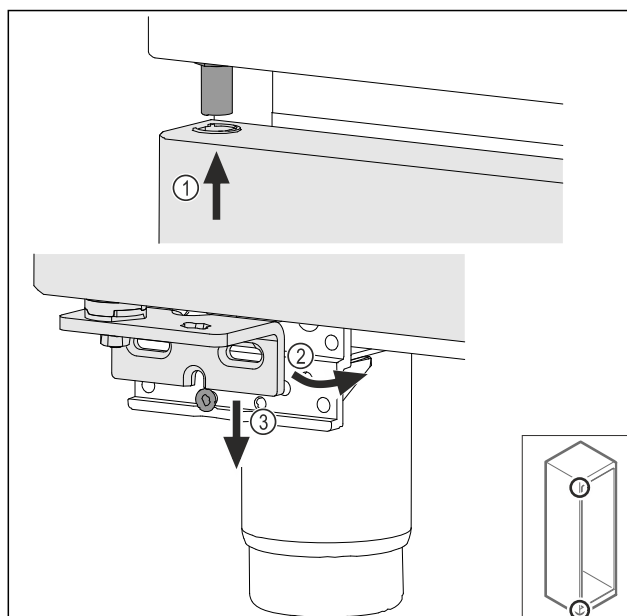

Fig. 42
- Introducir la puerta ligeramente inclinada en la parte superior Fig. 42 (1), alinear la puerta para que quede recta Fig. 42 (2) y colocarla en la parte inferior del tornillo de soporte de cojinetes Fig. 42 (3).